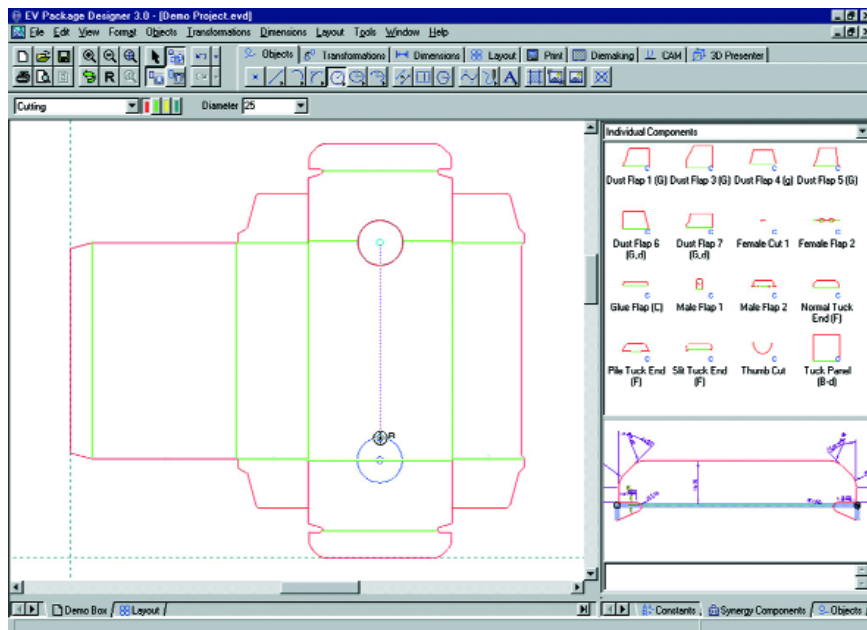
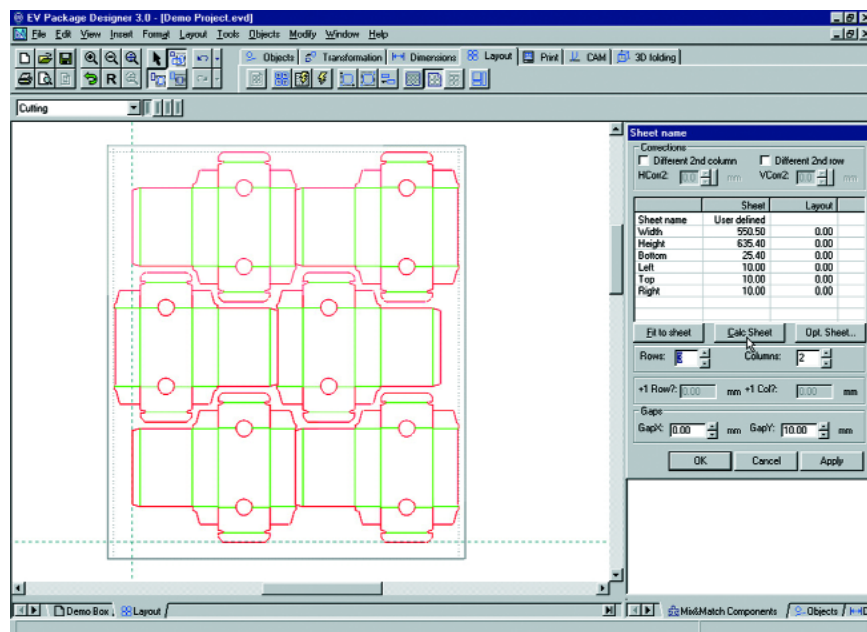

Рис. 1. Чертежный модуль с компонентом Drag&Drop
Рис. 2. Модуль оптимального расположения чертежа на листе
The drawing module with the drag&drop component (fig. 1) ensures full 2D CAD functionality for efficient design (graphic objects, transformations, import/export). The optimized sheet layout and dimension selection module (fig. 2) makes it possible to generate layout with minimum waste area. The preliminary layout Wizard
- **Чертежный модуль с компонентом Drag&drop** (рис. 1) обеспечивает полную функциональность программы 2D CAD для оперативного дизайна — графические объекты, трансформации, импорт/экспорт. Модуль содержит полный комплект геометрических объектов и функций для быстрого и эффективного черчения. Он включает в себя также компоненты EngView Synergy (.evc, .evx) Drag & Drop с автоматическим масштабированием. Масштабируемый дизайн (.evr) может использоваться в качестве базы для создания уникальной упаковки. Чертежный «ассис-
- **Модуль оптимального расположения чертежа на листе** (раскладки) и выбора размеров листа (рис. 2) позволяет создавать раскладки с минимальным количеством отходов. С помощью предварительной раскладки Wizard можно быстро расположить чертеж на листе. Для различного размера листов очень удобно использовать шаблоны раскладки Save & Apply. Кроме того, размер листа можно рассчитать, а автоматическая функция Fit & Snap позволяет подгонять и выравнивать раскладки и размеры листа в соответствии друг с другом.